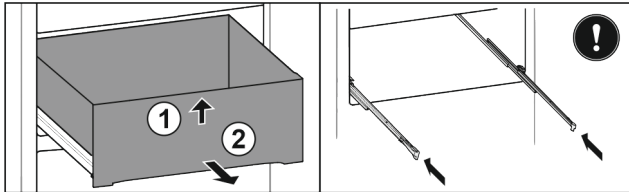

Fig. 28*
- ▶ Schuiflade aan de voorkant optillen Fig. 28 (1).*
- ▶ Er naar voren toe uitnemen Fig. 28 (2).*